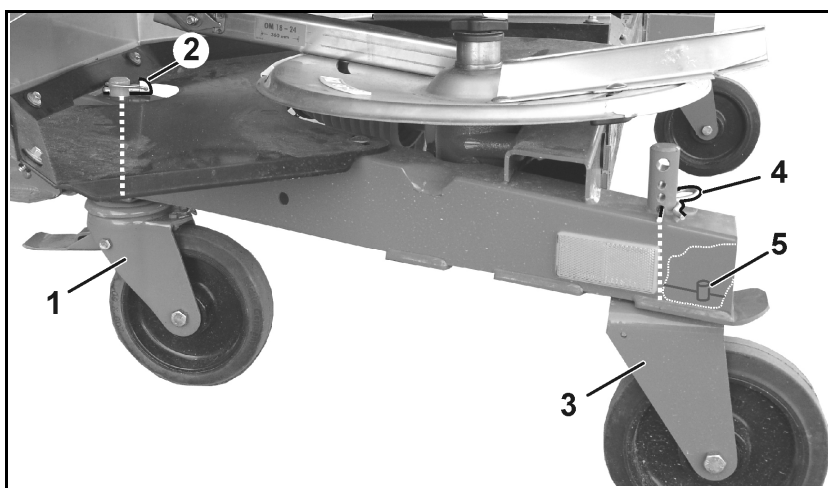

Fig. 41
5. Styrbare bremserruller (Fig. 41/1) foran
- o Monter, og sikre med splint (Fig. 41/2), hhv.
6. Faste ruller (Fig. 41/3) bak
- o Monter, og sikre med saksepinne (Fig. 41/4) i de nederste frigjøringshullene, hhv.
Når de faste rullene monteres, må du passe på at boltene (Fig. 41/5) griper gjennom boringen til rammen og dermed holder rullene i lengderetningen.